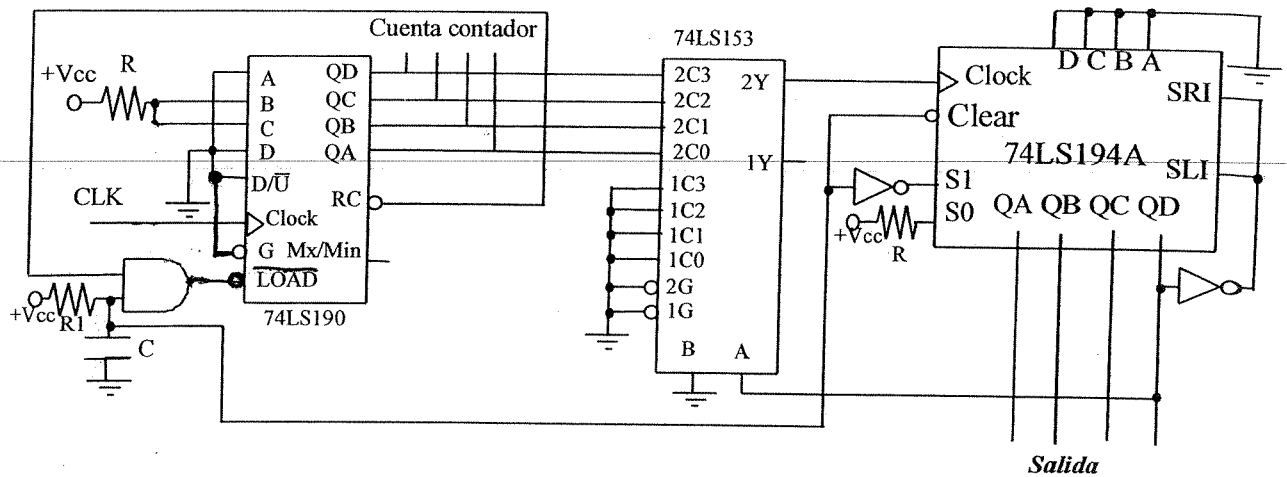

Figura 1.A. Circuito digital
Cuestión 2. (15 puntos). Sobre el circuito de la figura 1.A se pide:
A) Complete el cronograma de la figura 1.B que corresponde al funcionamiento del circuito de la figura 1.A. (10 puntos).